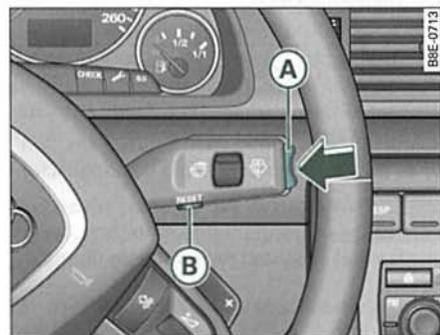

Fig. 27 Palanca del limpiaparabrisas: Tecla Reset y selector
Funciones de la tecla **Reset** (B) ⇒ fig. 27 y del **selector** (A) ▶
- Seleccione la función **Ayuda** con el selector ⇒ *página 42*, fig. 27.
- Pulse la tecla **[Reset]** ⇒ *página 42*, fig. 27. Se visualiza el menú inicial ⇒ *página 42*, fig. 26.
- Pulse el selector ⇒ *página 42*, fig. 27 varias veces hasta que visualice la opción **Ajustar**.
- Pulse el selector ⇒ *página 42*, fig. 27 hasta que se active (fondo rojo) la línea deseada ⇒ fig. 31.
- Seleccione con el selector ⇒ *página 42*, fig. 27 la opción **Ajustar** ⇒ fig. 33.
- Seleccione con el selector ⇒ *página 42*, fig. 27 la opción **Fecha** ⇒ *página 46*, fig. 35.
- Seleccione con el selector ⇒ *página 42*, fig. 27 la opción **Retorno** ⇒ fig. 37.